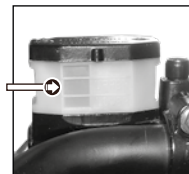

Imagen 24. Líquido de freno delantero.
2. Revisar que el nivel del líquido de freno del contenedor, no esté por debajo de la marca mínima. El nivel del líquido de freno siempre debe estar por arriba de la marca mínima del contenedor. Ver imagen 24.